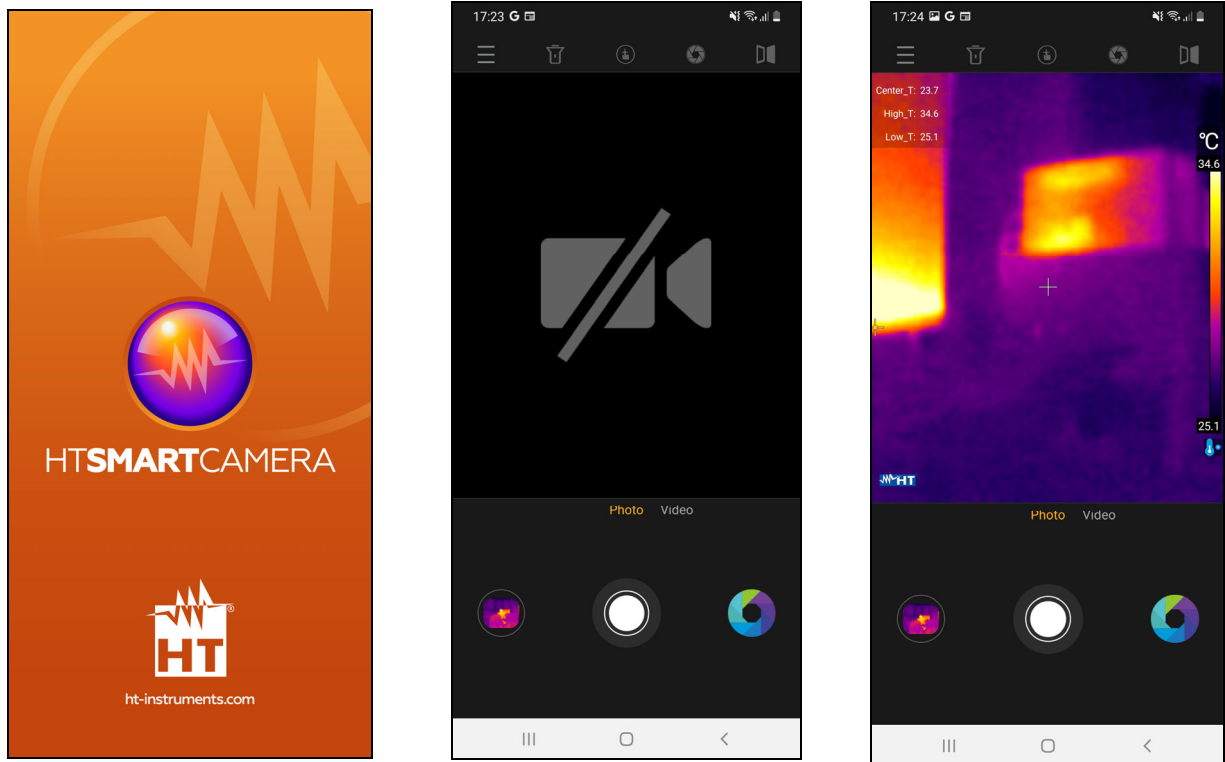

Fig. 2: Visualização inicial do ecrã e ligação do instrumento
2. Executar o APP no dispositivo móvel. O ecrã inicial (ver Fig. 2 - parte esquerda) é exibido por alguns momentos. É mostrado o ecrã na Fig. 2 - parte central que indica a câmara não ligada.
4. Depois de esperar alguns segundos, a imagem IR do sujeito enquadrado está presente no visor do dispositivo móvel (ver Fig. 2 - lado direito).